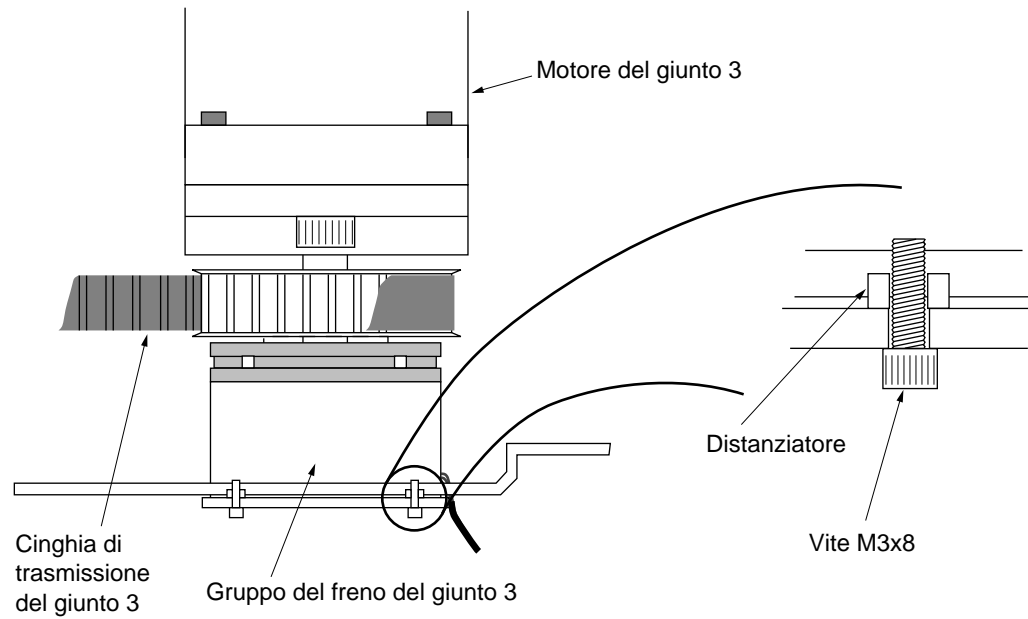

Figura 5-4. Vista ravvicinata del gruppo del freno del giunto 3
**NOTA:** Fare attenzione a non perdere i quattro distanziatori che si trovano tra il gruppo del freno e il gruppo della connessione esterna. Vedere la Figura 5-4. Questi distanziatori servono ad assicurare il corretto allineamento del freno con la puleggia conduttrice del giunto 3.
6. Reinstallare il gruppo del freno del giunto 3, assicurandosi che i distanziatori siano presenti (vedere la Figura 5-4) e che il gruppo del freno sia correttamente posizionato. Potrà essere necessario spostare leggermente il giunto 3 in alto o in basso per assicurarsi che il gruppo del freno si ingrani correttamente con il meccanismo del giunto 3. Fissare il gruppo del freno con le 4 viti.